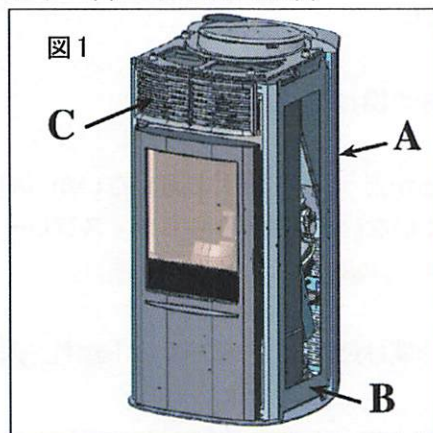

図 2
- ・EK アダプターを取り付けます。(図 2)
- ・図 2-※の部分を外して下さい。